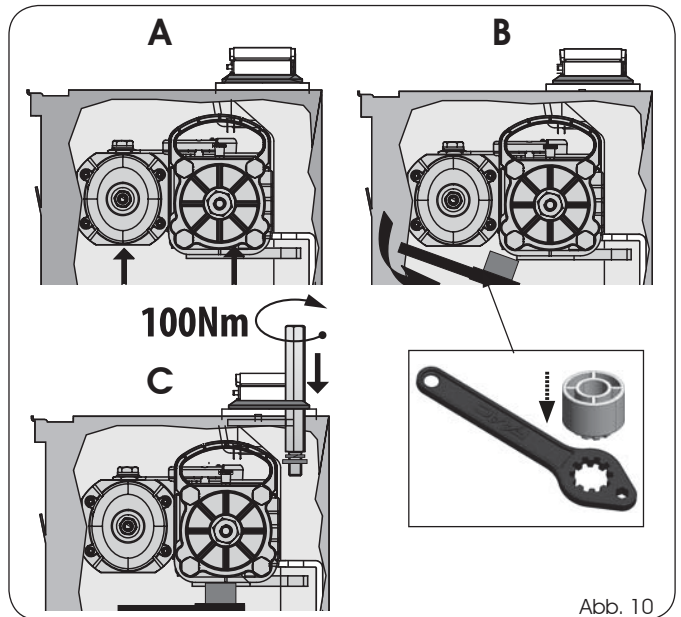
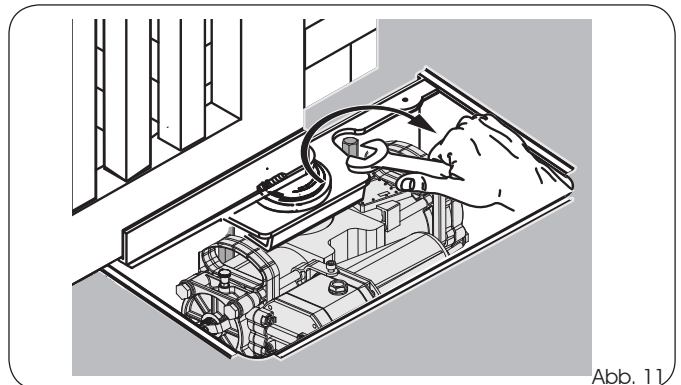

Abb. 10
Abb. 11
- 10) Den Antrieb mithilfe der entsprechenden Griffe heben (Abb. 10, A) und das Ritzel in die Nutbuchse des Gehäuses einsetzen. Um das Verfahren zu erleichtern, den Antrieb leicht drehen, bis die Kupplung erfolgt.
- 11) Den mitgelieferten Schlüssel wie in Abb. 10, B gezeigt unter dem Antrieb positionieren, um den Motor abzustützen.
- 12) Die Befestigungsschrauben mit U-Scheibe wie in Abb. 10, C gezeigt einsetzen und anziehen, um den Antrieb am Gehäuse zu befestigen (siehe Abb. 11).